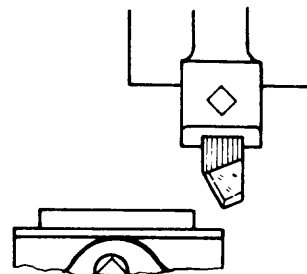

Fig. 9
- b Desplace el material hacia afuera de la herramienta (fig. 9) y pare la máquina.